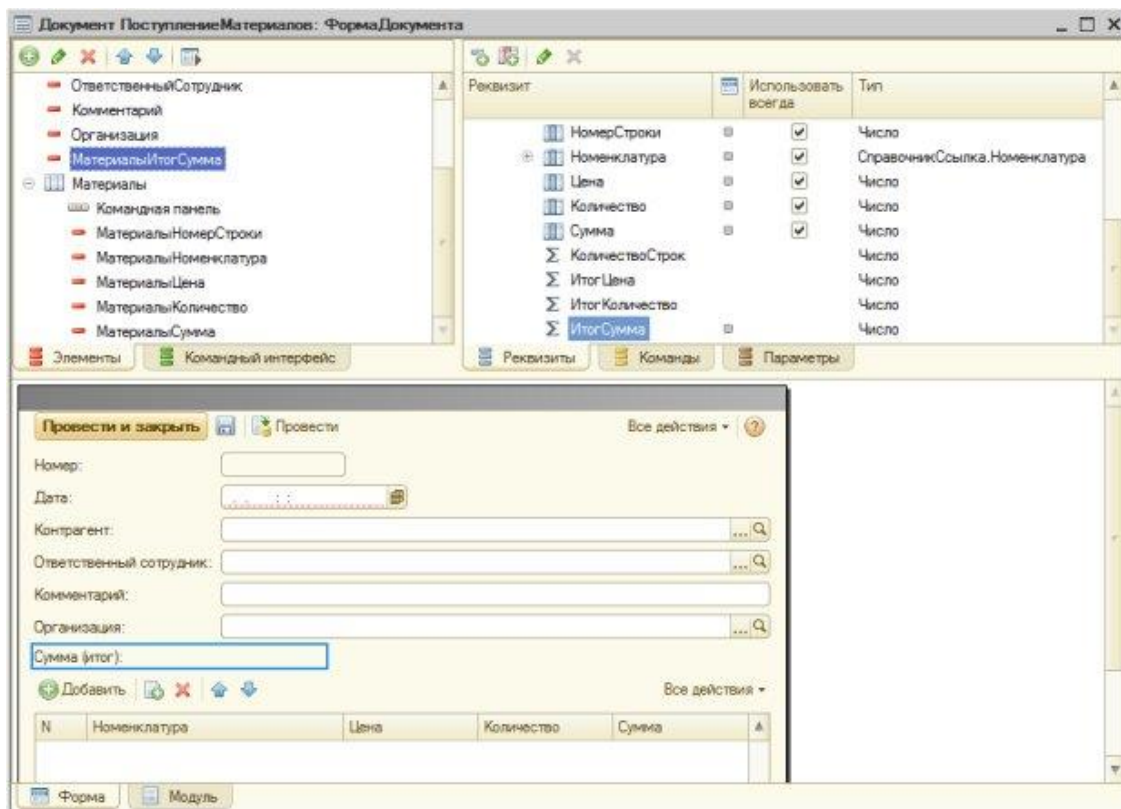

Рисунок 11.8. Вывод итогового показателя для поля Сумма на форму
11. Вторая задача из тех, которые мы поставили себе выше, заключается в выводе на форму итоговых сведений по табличному полю. Ее можно реализовать различными способами, но лучше всего воспользоваться стандартными итоговыми показателями табличного поля, которые можно найти в составе табличного поля на закладке **Реквизиты** редактора форм, Рисунок 11.8.